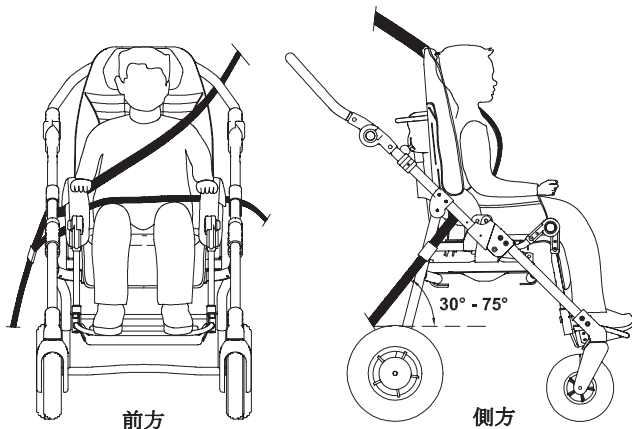

Fig. 5
- 肩ベルト部の通し方は肩越しに合わせなければなりません (P17 fig. 5参照)
注意! 車いす固定用の骨盤ベルトは骨盤前方低く止められなくてはなりません。その為の骨盤ベルトの制限角度は水平位置から 30° から 75° 以内のFig5に示されているような位置が好ましいです。